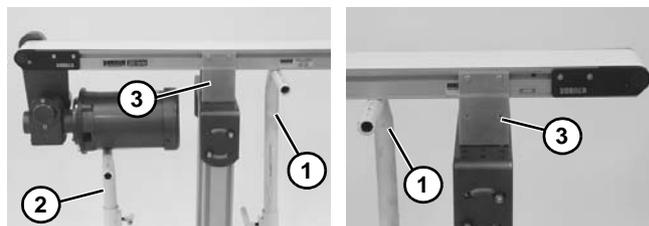

Figure 28
1. Placer un support temporaire (Figure 28, élément 1) sous les deux extrémités du convoyeur. Placer un support supplémentaire (Figure 28, élément 2) sous le moteur d'entraînement, si le convoyeur en est équipé. Voir AVERTISSEMENT.
2. Retirer les supports de montage (Figure 28, élément 3) sur un côté du convoyeur. (Effectuer les étapes 3 et 4 dans l'ordre inverse de la section « Supports de montage » à partir de page 12.)